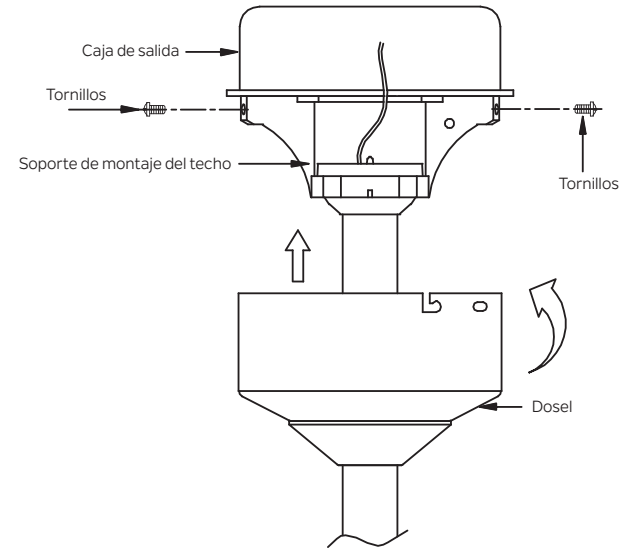

Figura 17
Paso 2. Deslice el dosel hasta el techo y fíjelo al soporte de montaje del techo con 4 tornillos en el borde superior del soporte de montaje del dosel y en el soporte de montaje. Inserte cada tornillo a través del orificio de montaje del dosel y en el soporte de montaje. Apriete todos los tornillos firmemente. (Figura 17)